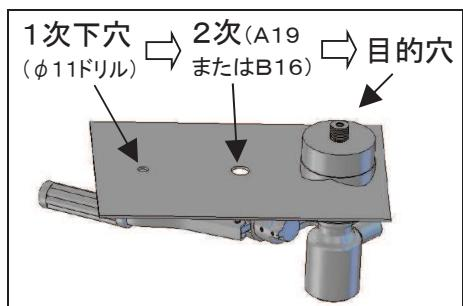

図7
7. A31以上およびB22以上の穴あけをおこなう場合は1次下穴($\phi 11$)加工後、適用表に指定されている2次下穴(A19またはB16)をあけ、その後に目的とする径の穴あけをおこなってください。(図7)